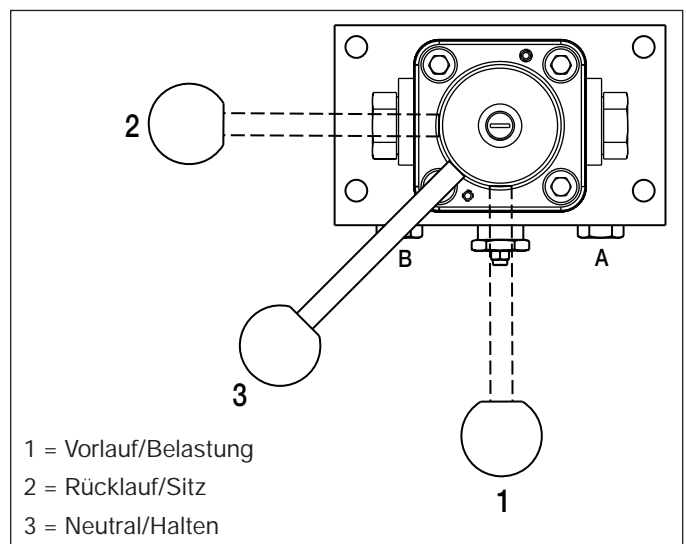

Abb. 10, Ventilgriffpositionen
4. Drehen Sie den Griff des Steuerventils in die neutrale/Halteposition („3“) (Griffposition siehe Abb. 10).
Stellen Sie das Druckbegrenzungsventil an der Rücklaufseite wie folgt ein. Siehe Abb. 10 und 11.
4. Achten Sie darauf, den Griff des Steuerventils in die neutrale/Halteposition („3“) (Ventilposition siehe Abb. 10) zu drehen.